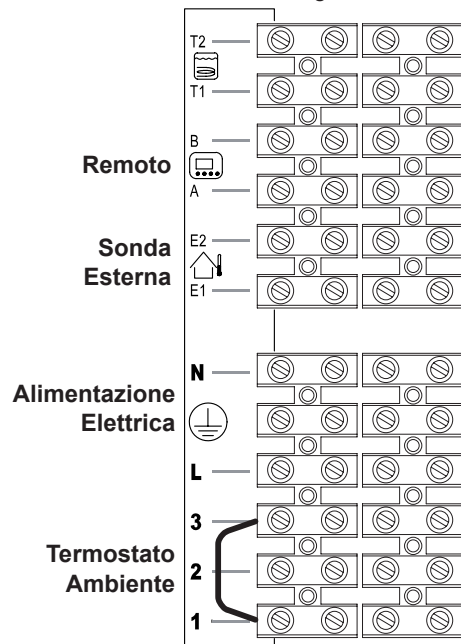

Figura 5.37
- Collegare ai morsetti **T1** e **T2** della morsettiiera i due conduttori elettrici come indicato in Figura 5.37.
Per il collegamento della sonda esterna servirsi dei morsetti indicati in Figura 5.37.
Per il collegamento del remoto servirsi dei morsetti indicati in Figura 5.37.
**Il ponticello elettrico collegato nella morsettiera termostato ambiente tra i morsetti "1 e 3" non va rimosso** Figura 5.37.